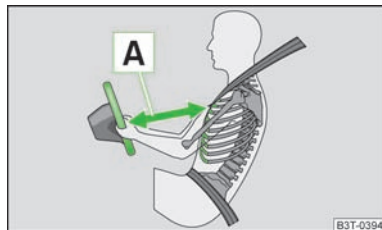

Fig. 81
- Det er vigtigt, at føreren og forsædepassageren holder en afstand på mindst 25 cm til henholdsvis rattet og instrumentpanelet » Fig. 81 A. Hvis du ikke overholder minimumsafstanden, kan airbagsystemet ikke beskytte, som det skal – livsfare! Desuden skal forsæderne altid være indstillet korrekt, så de passer til kroppens størrelse.